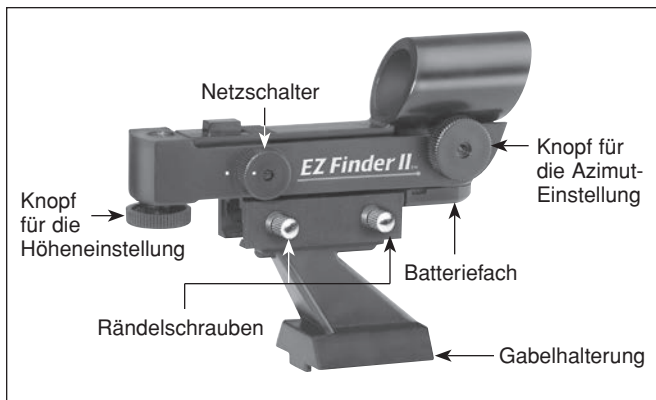

Abbildung 11. Das EZ Finder II-Reflexvisier.
1. Führen Sie einen kleinen, flachen Schraubendreher in die Kerbe im Batteriefach, und hebeln Sie es vorsichtig auf (**Abbildung 11**).
Drehen Sie den Netzschalter (siehe **Abbildung 11**) im Uhrzeigersinn, bis Sie ein Klicken hören. Dieses zeigt Ihnen an, dass die Stromversorgung eingeschaltet ist. Schauen Sie mit beiden Augen von hinten durch das Reflexvisier, um den roten Punkt zu sehen. Halten Sie Ihr Auge dabei in einem bequemen Abstand zur Rückseite des Visiers. Bei Tageslicht müssen Sie möglicherweise die Vorderseite des Visiers mit der Hand abdecken, damit Sie den Punkt sehen können, denn dieser ist gewollt recht dunkel. Die Helligkeit des Punkts wird durch Drehen des Netzschalters eingestellt. Die besten Ergebnisse beim Beobachten der Sterne erzielen Sie, wenn Sie die dunkelste mögliche Einstellung verwenden, bei der Sie den Punkt ohne Probleme sehen können. In der Regel wird bei Nacht eine dunklere Einstellung verwendet, während bei Streulichtstörungen oder bei Tageslicht eine hellere Einstellung benötigt wird.
Positionieren Sie, ohne das Teleskop zu bewegen, den roten Punkt mit Hilfe der Knöpfe (**siehe Abbildung 11**) für die Azimut- (links/rechts) und Höheneinstellung (auf/ab) am EZ Finder II-Reflexvisier so, dass das Objekt im Okular zentriert ist. Wenn der rote Punkt auf dem Objekt in der Ferne zentriert ist, kontrollieren Sie, ob das Objekt weiterhin zentriert im Sichtfeld des Teleskops erscheint. Wenn nicht, zentrieren Sie es noch einmal, und passen Sie die Ausrichtung des EZ Finder II-Reflexvisiers an. Das EZ Finder II-Reflexvisier ist mit dem Teleskop korrekt ausgerichtet, wenn das Objekt **SOWOHL** im Okular **ALS AUCH** auf dem roten Punkt des EZ Finder II-Reflexvisiers zentriert ist. Nach dem Ausrichten behält das EZ Finder II-Reflexvisier seine Ausrichtung in der Regel auch dann bei, wenn es entfernt und wieder montiert wurde. Aber auch ansonsten ist nur eine minimale Nachjustierung erforderlich.